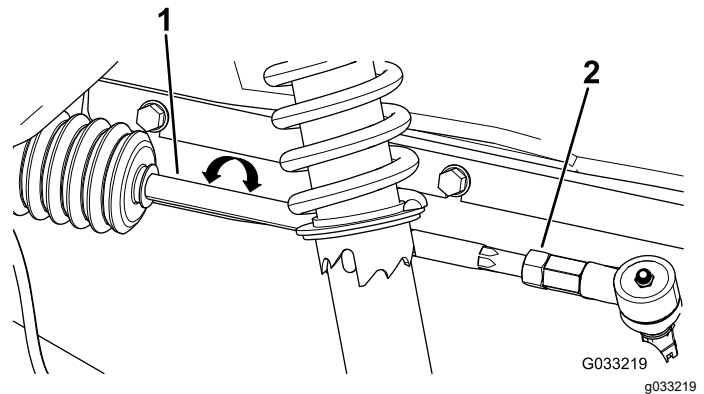

Figure 54
- Si la mesure n'est pas comprise entre 0 et 6 mm (0 et ¼ po), desserrez les écrous de blocage aux extrémités extérieures des biellettes (Figure 54).